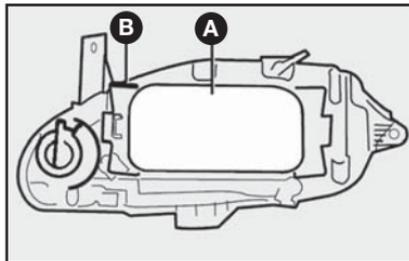
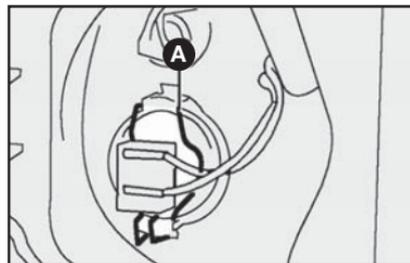

fig. 18
fig. 20
- 1) remover a tampa plástica A para ter acesso às lâmpadas deslocando a trava B-fig. 18;
3) retirar o porta-lâmpada pressionando as presilhas A-fig. 20 abrindo-as lateralmente;
6) reenganchar a presilha de fixação A-fig. 20 e reconectar a lâmpada, colocando por último a tampa plástica A-fig. 18.
- 1) remover a tampa plástica para ter acesso à lâmpada deslocando a trava **B-fig. 18**;